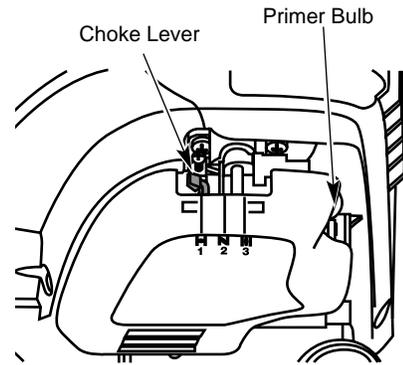

Fig. 21
3. Pressez et relâchez la poire d'amorçage 10 reprises, lentement. Une certaine quantité de carburant devrait être visible dans la poire d'amorçage et les conduites de carburant (Fig. 21). Si vous n'apercevez pas de carburant dans la poire, pressez et relâchez la poire autant de fois que nécessaire jusqu'à ce que vous aperceviez du carburant dans cette dernière.
4. Mettez le levier d'étrangleur en Position 1 (Fig. 21).
6. Mettez le levier d'étrangleur en Position 2 (Fig. 21).
9. Mettez le levier d'étrangleur en Position 3 (Fig. 21). La machine est prête à être utilisée.